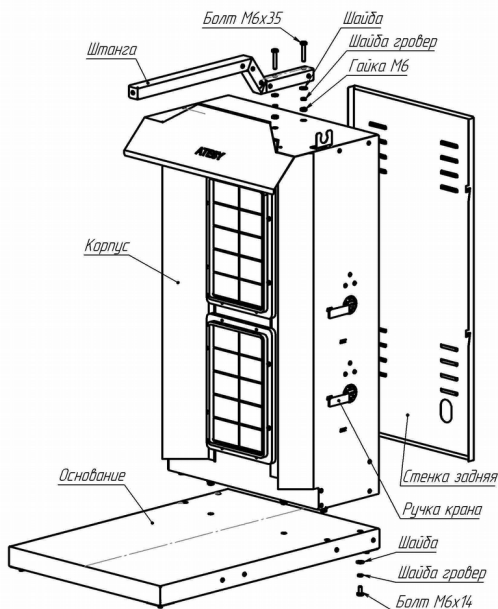

Рис.1
5.1. Вынуть комплектующие из упаковки (рис.1).